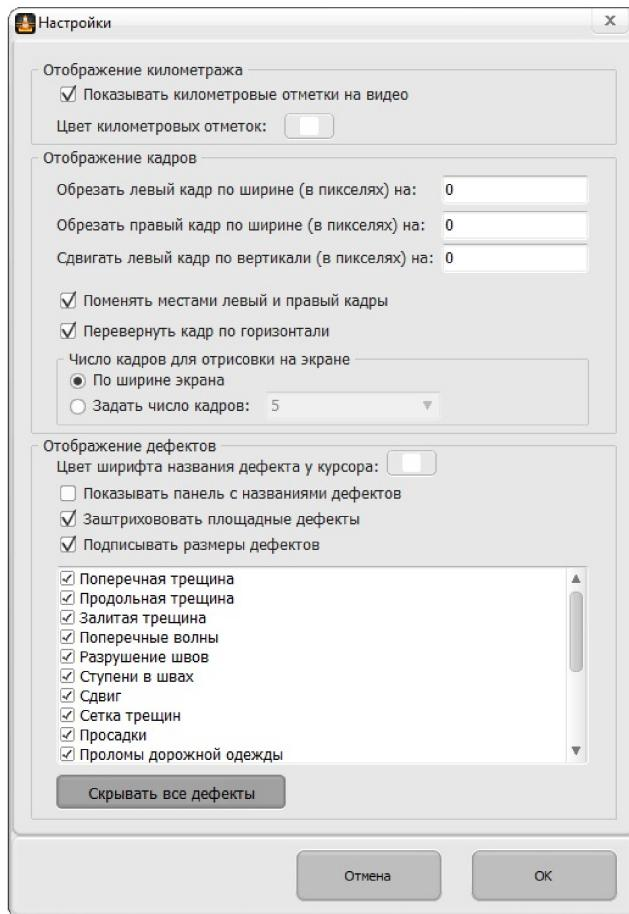

Рис. 105. Окно настройки параметров обработки и отображения дефектов.
- настройки обработки и отображения дефектов (рис.105). Настройка позволяет изменить характер отображения, полученных с камеры видеодефектации изображений: